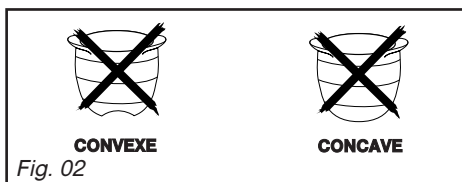

Fig. 02
– N'utilisez pas de récipient à fond concave ou convexe sans le support adéquat (Fig. 02).
– Utilisez un récipient de taille adaptée : le diamètre du fond doit être égal ou supérieur au diamètre du foyer électrique (Fig. 02).